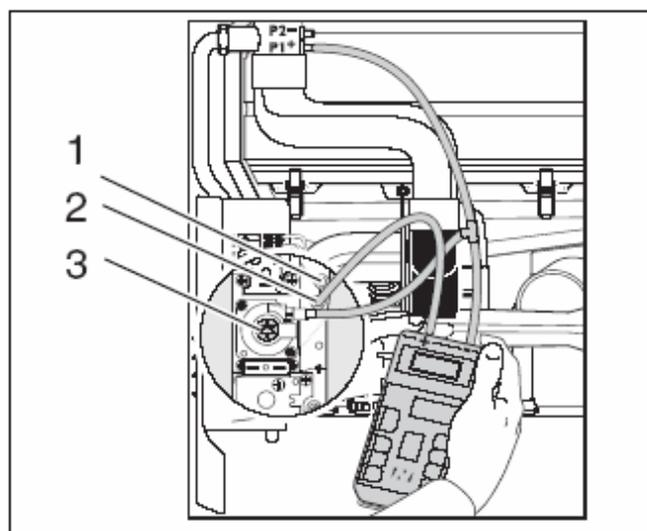
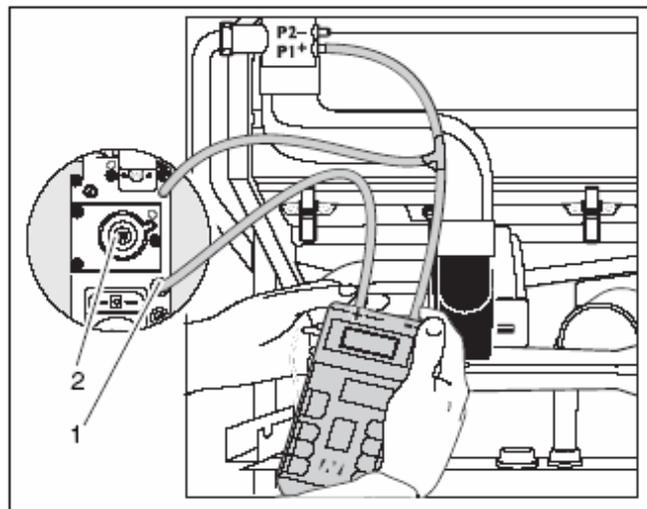

Рис. 28 Проверка и настройка соотношения газ-воздух (арматура Honeywell)
Рис. 29 Проверка и настройка соотношения газ-воздух (арматура SIT)
- Стянуть нижний шланг с газо-воздушного сопла и вставить в разрыв шланг с тройником (рис. 28 или рис. 29).
- Вывернуть винт на ниппеле для измерения давления горелки в арматуре Honeywell (рис. 28, поз. 2) на два оборота, в арматуре SIT (рис. 29, поз. 1) – полностью.
- Вывернуть винт на ниппеле для измерения давления (рис. 28, поз. 1) на два оборота, в арматуре SIT (рис. 29, поз. 1) – полностью.
- Plusовое присоединение измерительного устройства соединить шлангом с ниппелем для измерения давления горелки (рис. 28, поз. 2 или рис. 29, поз. 1).
- При отклонении соотношения газ-воздух от указанных величин подстроить его регулировочным винтом (рис. 28, поз. 3 или рис. 29, поз. 2).
- Измерить и записать содержание  $\text{CO}_2$ . Содержание  $\text{CO}_2$  при частичной нагрузке должно быть на  $0,7 \%$  ниже, чем при полной нагрузке. Если результат измерения слишком высок или слишком низок, настроить соотношение газ-воздух при частичной нагрузке регулировочным винтом арматуры газовой горелки (рис. 28, поз. 3 или рис. 29, поз. 2).